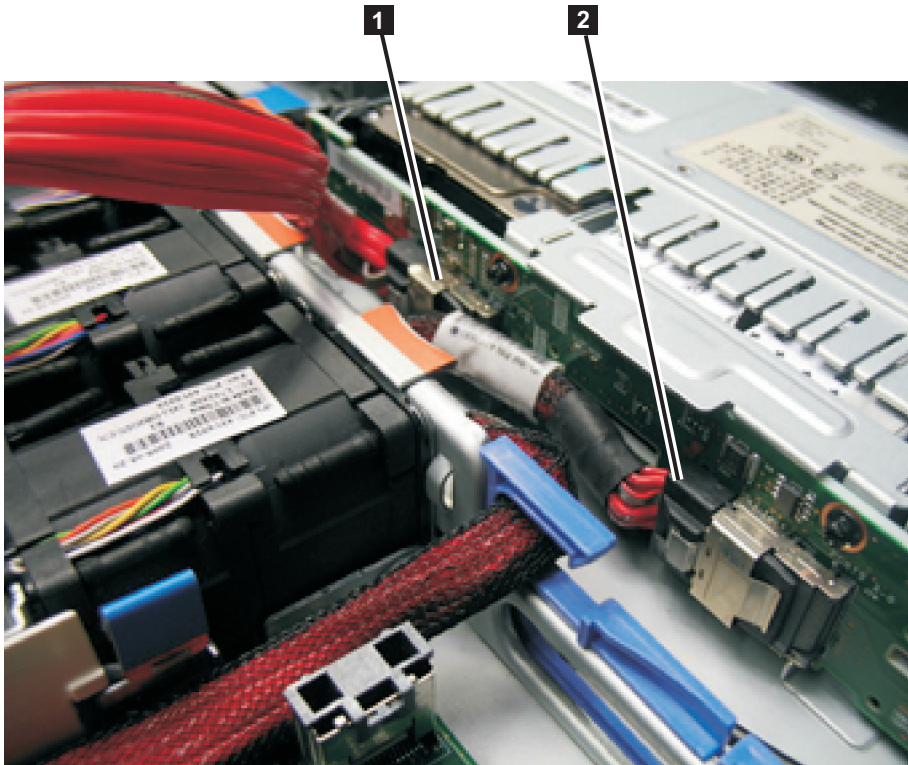

図 198. SAN ボリューム・コントローラー 2145-CG8 または 2145-CF8 のディスク・バックプレーンに接続されたブート・ディスク SAS ケーブルおよび高速 SAS ケーブル
11. 237 ページの図 198 に示すように、ディスク・バックプレーンの後部中央にある SAS コネクターから高速 SAS ケーブルを切り離します。